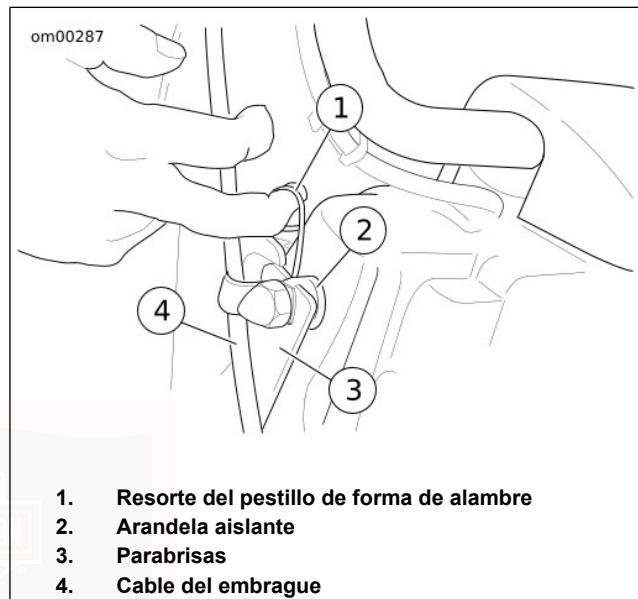

Figura 24. Parabrisas: FLHR/C
1. Vea Figura 24. Levante los resortes del pestillo con forma de alambre en cualquiera de los lados del parabrisas y mueva la parte SUPERIOR del conjunto del parabrisas hacia adelante, hasta que las muescas SUPERIORES de la pieza de soporte se deslicen fuera de las arandelas aislantes.
1. Vea Figura 24. Levante los resortes del pestillo con forma de alambre en cualquiera de los lados del parabrisas y deslice las muescas INFERIORES de la pieza de soporte del parabrisas sobre las arandelas aislantes inferiores.